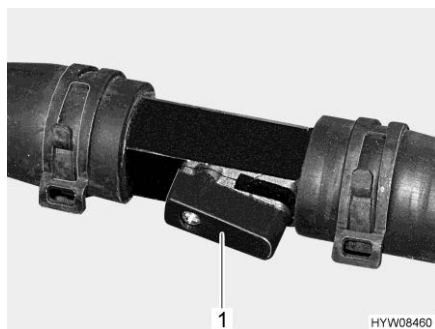

Fig. 161 Robinet d'arrêt (ouvert)
- Placer le levier (Fig. 161,1) parallèlement à la conduite (Fig. 161). Plus le robinet d'arrêt est ouvert, plus la puissance de chauffage est élevée.
- Placer le levier (Fig. 161,1) transversalement à la conduite. Le circuit de chauffage passe par la dérivation.